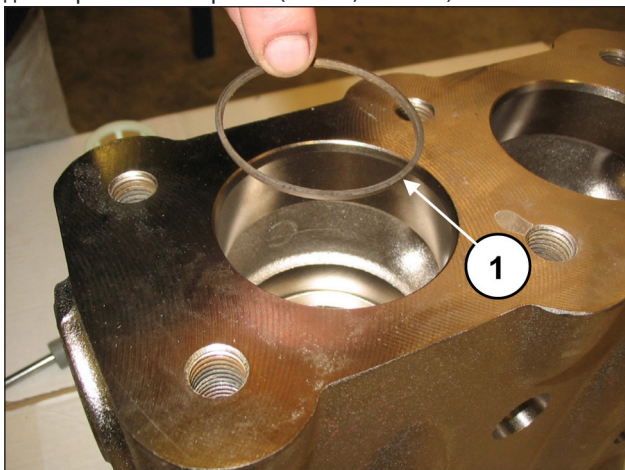

Рис. 117
Вставьте антиэкструзионное кольцо, поз. №5 на детализовочном чертеже (поз. ①, Рис. 117).